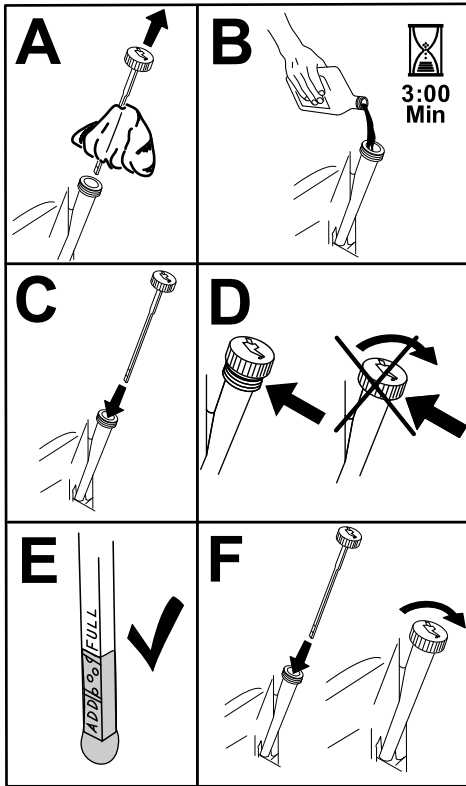

Figura 46
- Vierta lentamente un 80% aproximadamente del aceite especificado por el tubo de llenado, luego añada lentamente el resto del aceite hasta que llegue a la marca de Lleno (Figura 46).